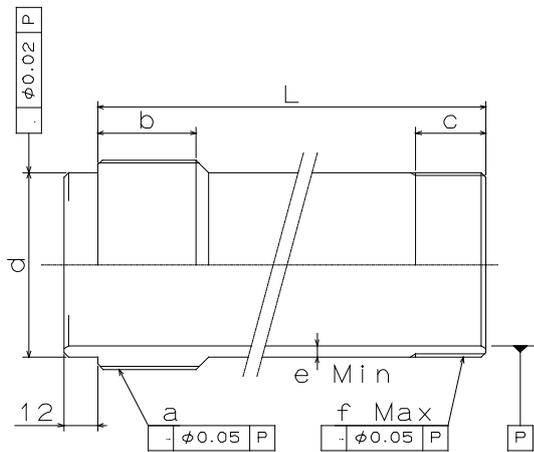

Figure 14
La dimension L de la figure 14 est déterminée par la distance A entre la plaque d'adaptation du pot de serrage et de la contreplaque.
- Respecter les dimensions e et f de la figure 14 pour le tube tirant de broche, et utiliser un matériau d'une résistance à la traction de 380 MPa (38 kgf/mm²) ou plus.